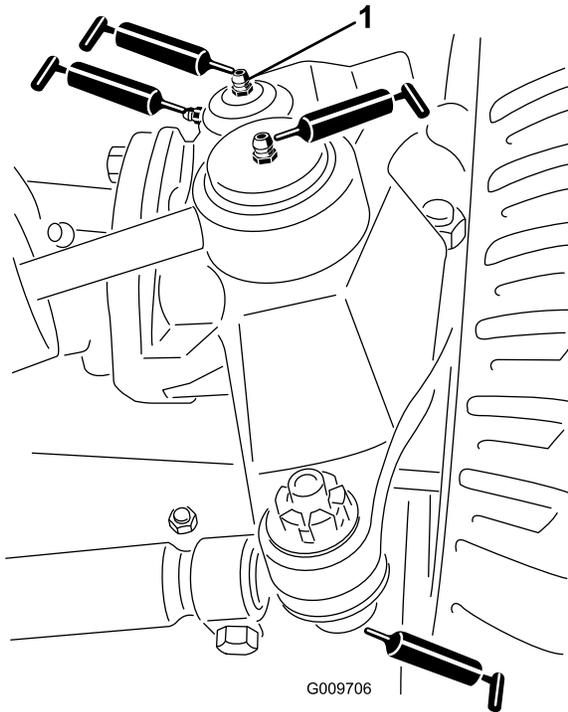

Bild 49
- Lenkzylinder-Kugelgelenke (2) (Bild 49)
- Zugstange-Kugelgelenke (2) (Bild 49)
- Achsschenkelbolzen (2) (Bild 49) **Fetten Sie die obere Armatur am Achsschenkelbolzen nur einmal jährlich (2 Pumpen).**